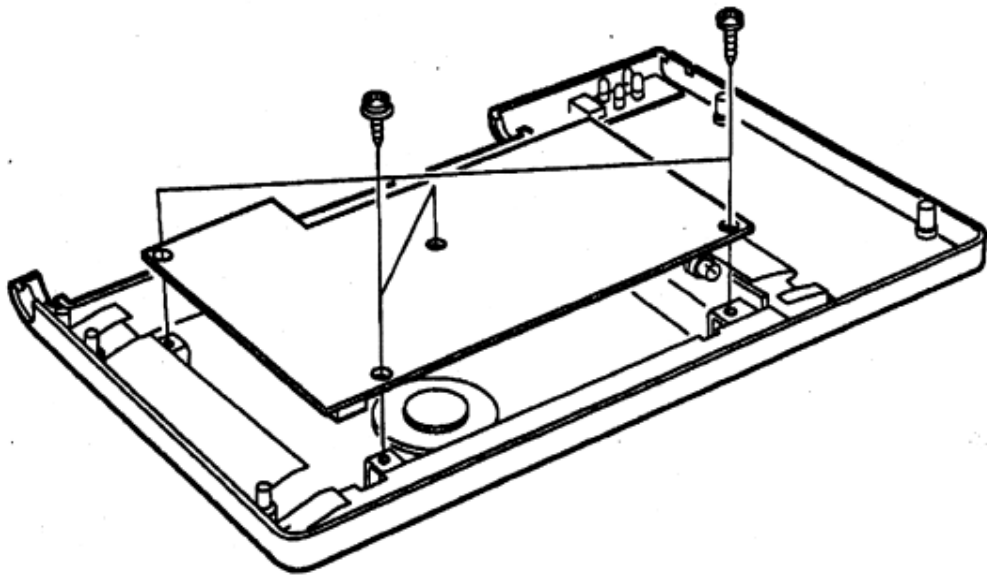

図 16. PLUキーボード/ディスプレイ その5
6. 4つのねじを外し、Control Card を取り外します。(図 16 参照)